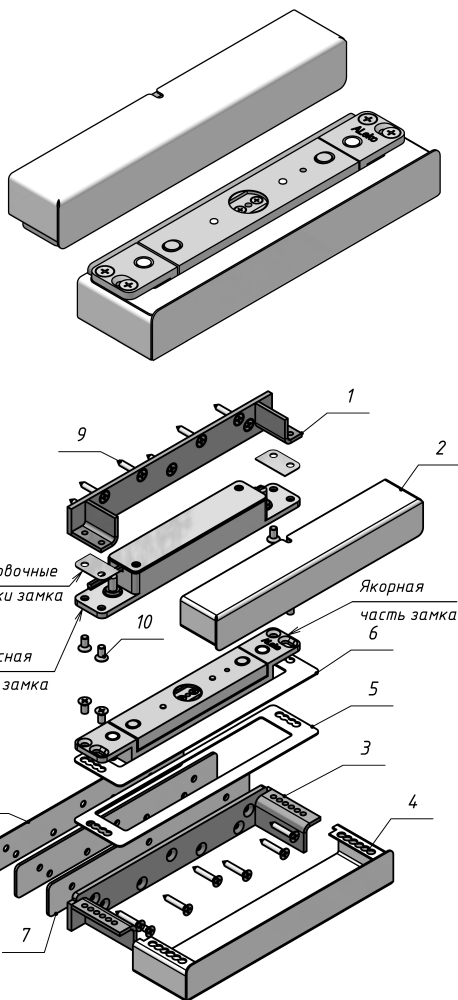

Рисунок 1 – Установка замка ALM-700S с комплектом МК 700S-PS
1.1 В основной комплект поставки входят (рисунок 1):
- кронштейн (1) - 1 шт.
- кожух корпусной части (2)..... - 1 шт.
- кронштейн якорной части (3)- 1 шт.
- кожух якорной части (4)..... - 1 шт.
- пластина (5) - 1 шт.
- пластина (6) - 1 шт.
- пластина 2мм (7) - 2 шт.
- пластина 1мм (8)..... - 1 шт.
- саморез 4,2x25 (9) - 14 шт.
- винт M5x10 (потайн.) (10)..... - 8 шт.